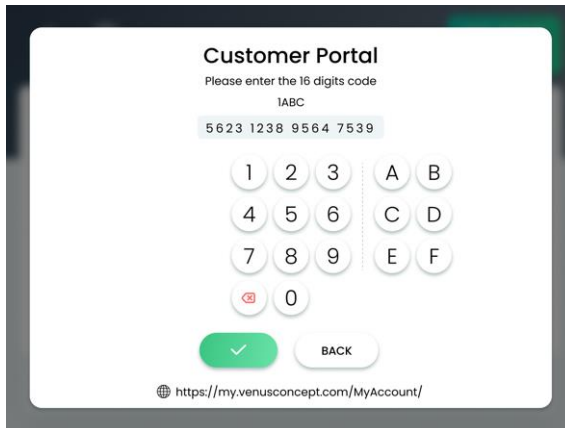

Figura 6-14. Pantalla de portal de clientes
2. En la pantalla de configuración, pulse el icono **Activate** (Activar), como se muestra en la Tabla 6-1; aparecerá la pantalla Customer Portal (Portal de clientes), como se muestra en la Figura 6-14.